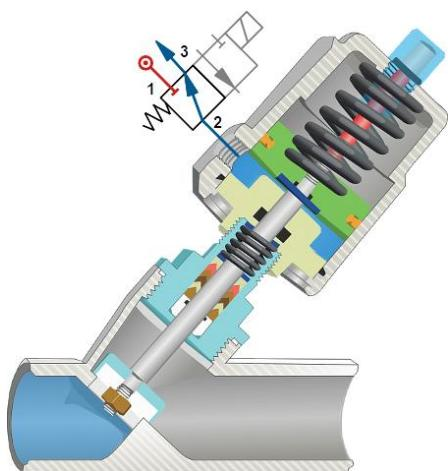
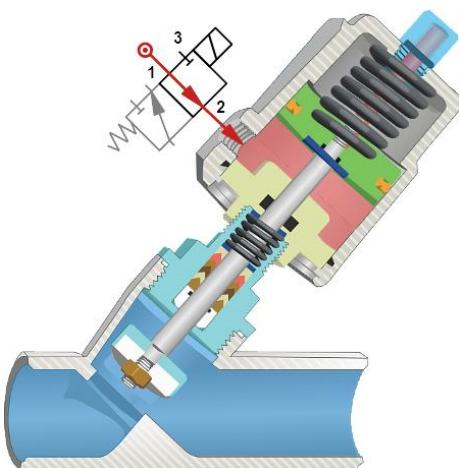
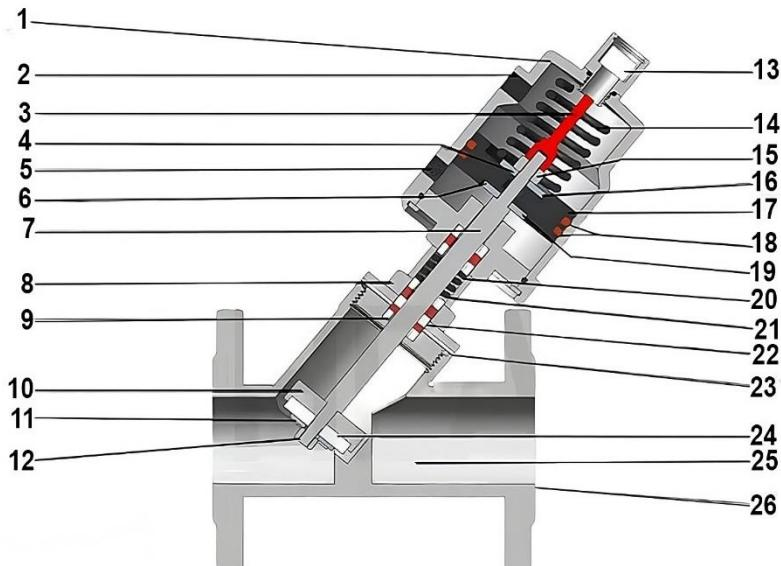
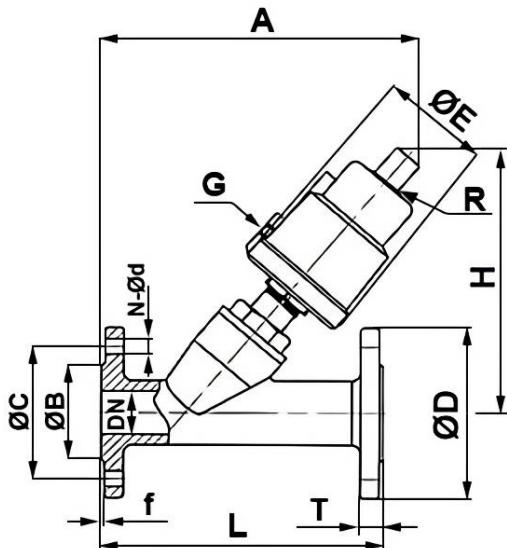

Рисунок 1 - Клапан в закрытом состоянии
Рисунок 2 - Клапан в открытом
Рисунок 3 – Деталировка
Рисунок 4 – Размеры
1.3. Принцип работы (для ознакомления). Срабатывание клапана происходит за счёт давления сжатого воздуха, подаваемого в пневмопривод, а возврат в исходное положение – за счет силы упругой деформации пружины, сжимающейся при срабатывании клапана. Клапаны с пневмоприводом одностороннего действия нормально закрытые (НЗ). Это обозначает что в исходном состоянии (см. рисунок 1) клапан закрыт и не пропускает рабочую среду. Для открытия клапана необходимо подать сжатый воздух в воздушный порт 1 (см. рисунок 3) пневмопривод клапана. Это приводит к перемещению поршня вместе с прикрепленными к нему штоком и диском. В результате клапан открывается и пропускает рабочую среду от входа к выходу (см. рисунок 2). Для возврата в исходное состояние достаточно сбросить воздух из пневмопривода в атмосферу.
5.13. В верхней части пневмопривода клапана имеется внутреннее резьбовое отверстие (рис.4, поз. R) с установленным съемным индикатором положения (рис. 3, поз. 13). Вместо индикатора возможна установка дополнительных аксессуаров (например - пневмопозиционера). Тип и размер резьбы указаны в таблице 3.